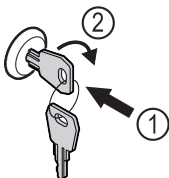

Fig. 169
- ▶ Włożyć kluczyk Fig. 169 (1).
- ▶ Przekręcić kluczyk o 90° w prawo Fig. 169 (2).